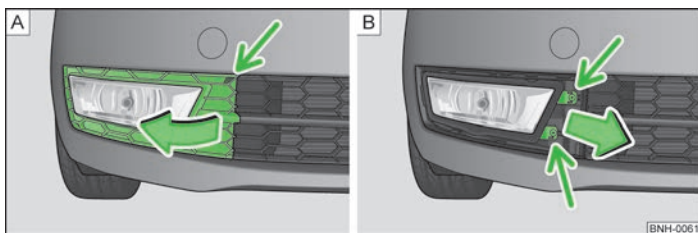

Fig. 130 Paragolpes delantero: Rejilla protectora/desmontaje del faro antiniebla
- Soltar la rejilla protectora por el punto indicado por una flecha » fig. 130 - [A] por medio del estribo para retirar los tapacubos integrales » página 148, Herramienta de a bordo.
- Extraer la rejilla protectora en el sentido de la flecha » fig. 130.
- Desenroscar el faro » fig. 130 - [B] utilizando el destornillador incluido en las herramientas de a bordo.
- Para un nuevo montaje colocar el faro antiniebla en el sentido contrario al de las agujas del reloj » fig. 130 - [B] y apretar con firmeza.